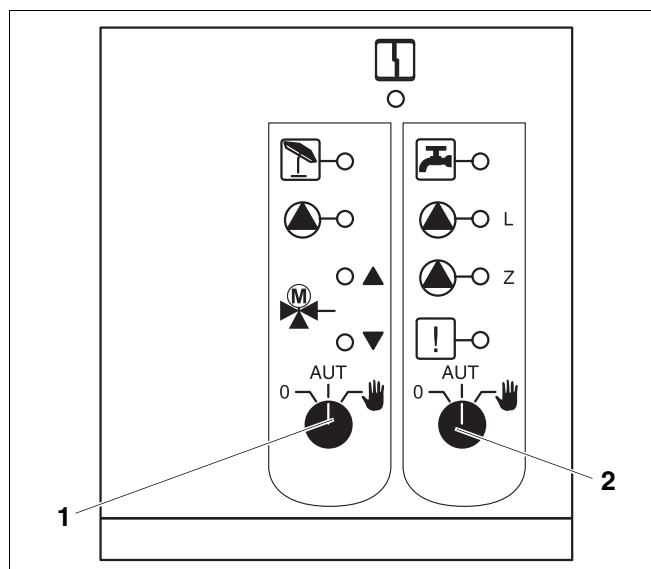

Fig. 9 Modulo funzione FM 441
Interruttori manuali per circuito risc. (fig. 9, **pos. 1**) e acqua calda (fig. 9, **pos. 2**).